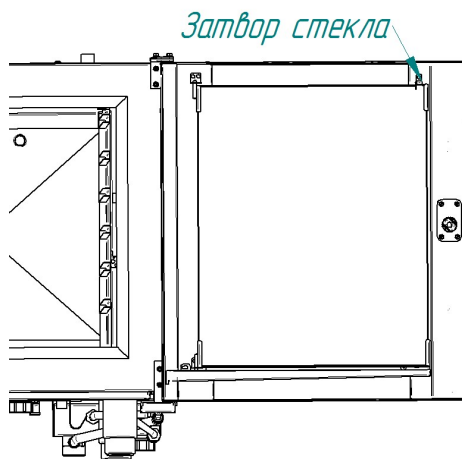

Рис.6 Месторасположение затвора внутреннего стекла двери
Для слива воды с парогенератора установите ручку крана слива с парогенератора (рис. 6) в положение «**Открыто**» - ручку крана установите параллельно задней стенке. Через (2...3) минуты, после открытия крана парогенератора, установите ручку крана парогенератора в положение «**Закрыто**» - ручку крана установите перпендикулярно задней стенке.
- по мере необходимости, поверните затвор стекла двери (рис.6) и откройте внутреннее стекло.